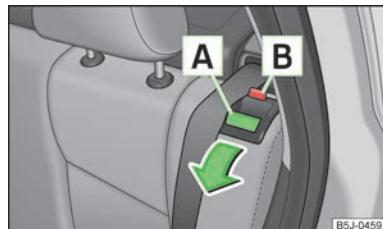

Fig. 41
- Presionando el botón de seguridad **A** » fig. 41 desbloquear el respaldo e inclinar hacia delante.
- A continuación, rebatir el respaldo hasta que el botón de seguridad encastre - comprobarlo tirando del respaldo » fig. 41.